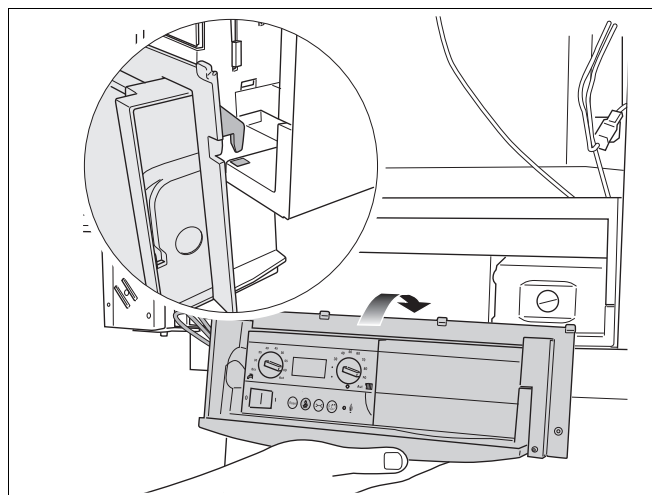

Fig. 123 Atârnați tabloul de comandă de rama cazanului
- Agățați tabloul de comandă de cele două cârlige de la cazanul de încălzire (fig. 123).